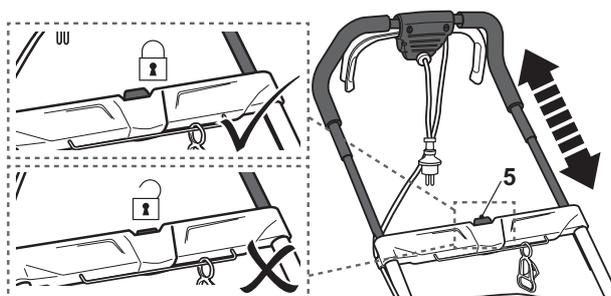

Fig.13
REMARQUE : Assurez-vous que le bouton de déverrouillage [5] s'enclenche en place après le réglage. N'utilisez pas le produit dans toute autre position intermédiaire (Fig.13).
- > Poussez la poignée supérieure [4] (Fig.13, étape 1) jusqu'à ce que vous sentiez une petite résistance. Cette action déverrouille la rotation du guidon (Fig.13, étape 2).